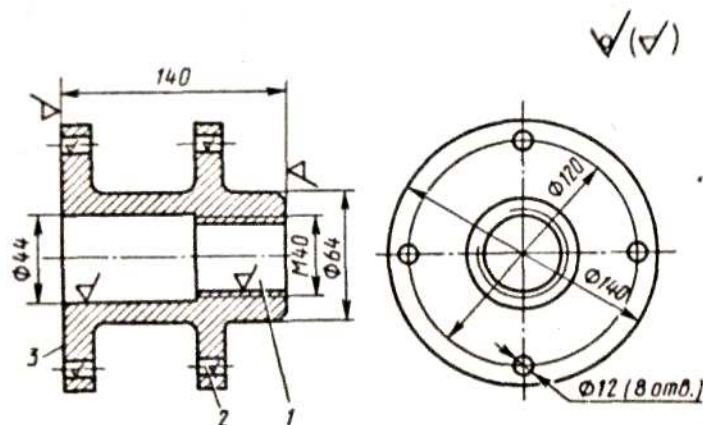

Рис. 9
2.По эскизу детали (рис. 9) разработайте эскизы: элементов литейной формы, модели стержневого ящика, собранной литейной формы (в разрезе). Опишите последовательность изготовления литейной формы методом ручной формовки. Материал детали - чугун СЧ20.